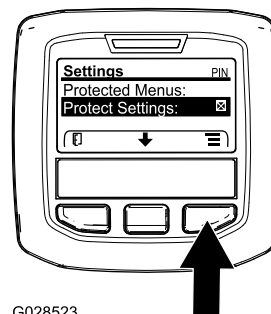

図 48
1. 保護メニューにアクセスし、サブメニューのロックを解除する 図 48 アクセス制限付きメニューへのアクセス (ページ 28)を参照。